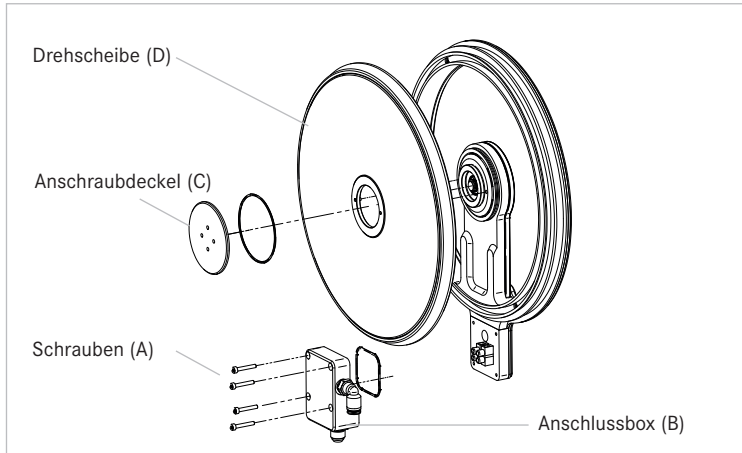

Abbildung 6: Demontage SPINVISTA
- Ziehen Sie dabei eine Fuge mit 45° zwischen Montagerahmen und Sicherheits-scheibe (Abbildung 6) bis auf Höhe der Auflagefläche der Basiseinheit.
Demontieren Sie die vormontierten Teile des SPINVISTA, um die weitere Montage zu ermöglichen (Bild 6).